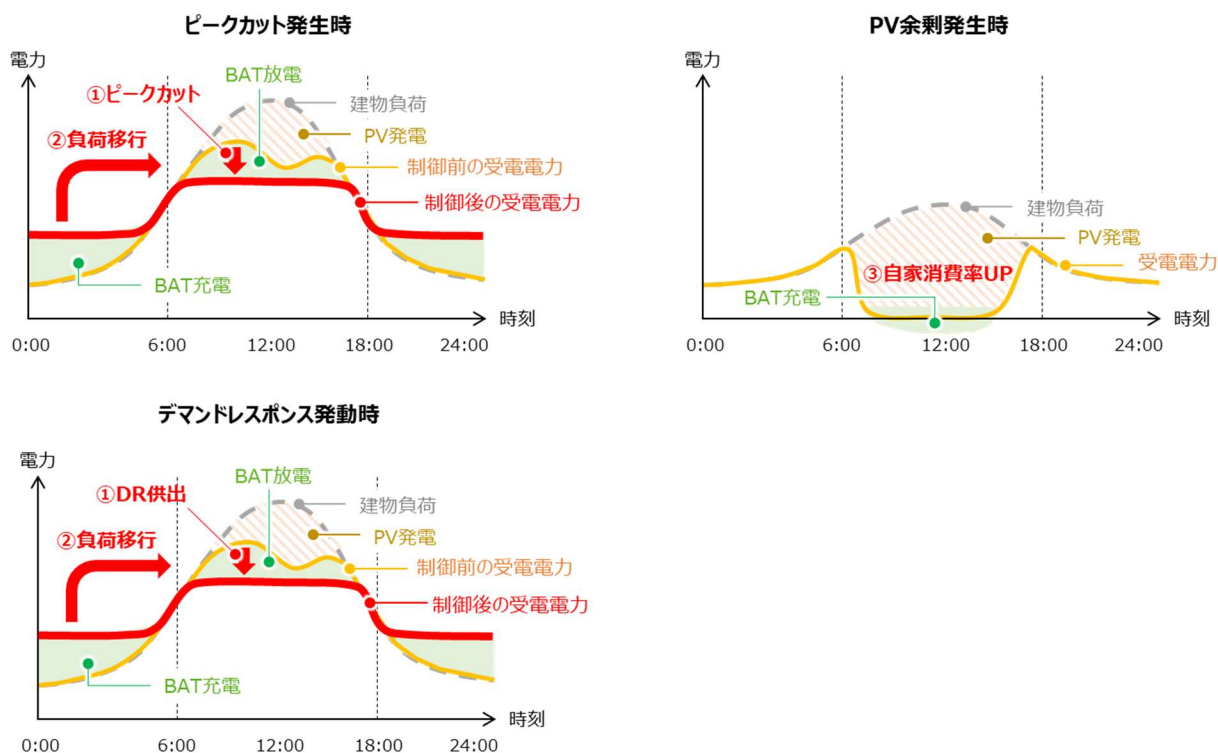

図 4-1 最適計画の効果イメージ
最適計画では①ピークカット、②負荷移行、③自家消費率アップ、④デマンドレスポンス(DR)の4つの効果によりエネルギーコスト最小化となる蓄電池充放電計画を立案します。最適計画の制御イメージを図4-1に示します。ただし、ピークカット・自家消費率アップ・デマンドレスポンス(DR)については、条件が成立していない場合は制御を行いません。